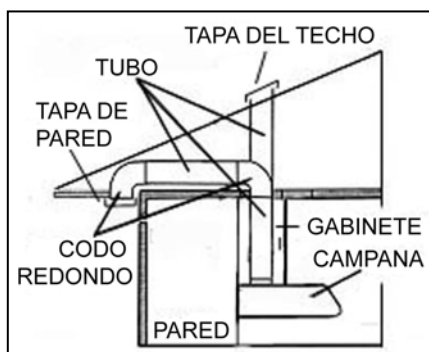

Figura 1
- Decida la ubicación para colocar el conducto de ventilación de la campana hacia el exterior. Consulte la Figura 1